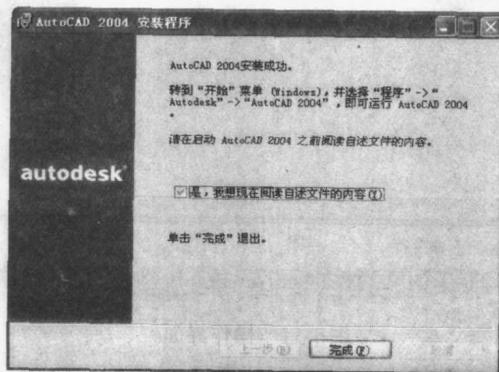

图 1-10 安装成功
13. 完成了上述安装步骤后，安装程序提示用户结束安装，并打开“自述”文件，如图 1-10 所示。如果此时不想查看“自述”文件，可清除“自述”对话框中的复选框。单击“完成”按钮即可结束安装。